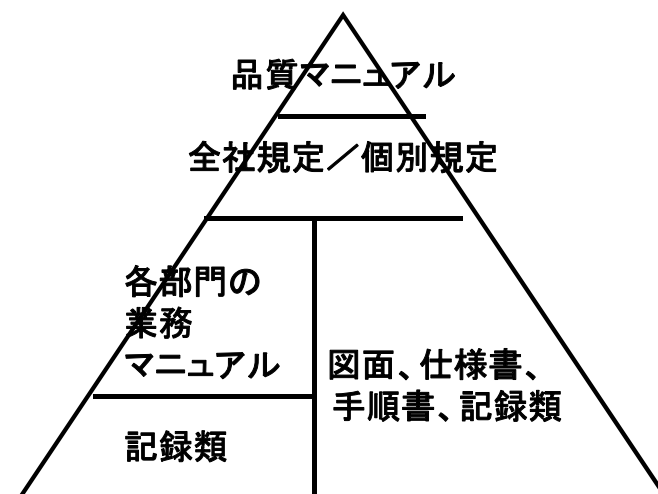

図4 文書体系
- ①品質方針と品質目標を全社CS品質改善活動計画書で表明します。
- ②ISO9001の要求事項に適合した品質マネジメントシステムを確立し、マニュアルで明確にします。
- ③ISO9001の規格が要求する「文書化された手順」を、品質マニュアルの関連文書として記載・運用します。
- ④各部門のプロセスの効果的な計画、運用および管理を実施するために、全社規定および個別規定を定めます。この文書体系を図4示します。
(3) 品質マニュアル